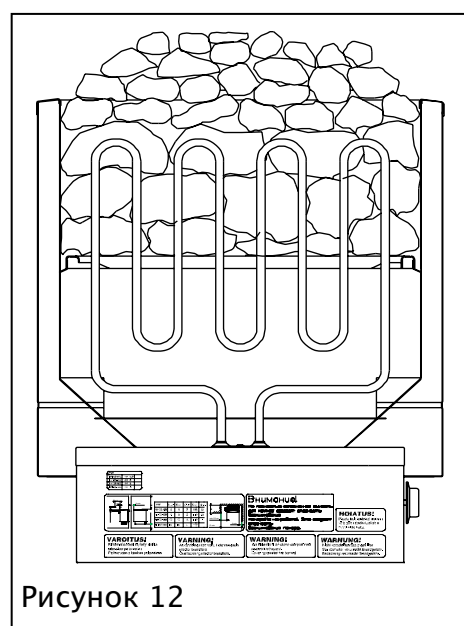

Рисунок 12
- Тени должны быть полностью закрыты камнями (Рисунок 12).